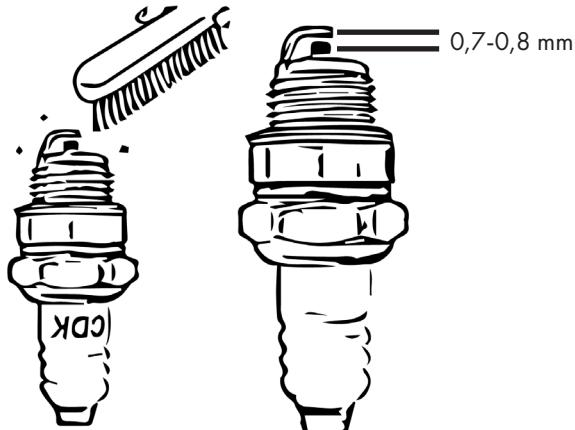

Figure 25
- Enlevez les dépôts sur la bougie d'allumage. Voir figure 25.
Voir figure 25.